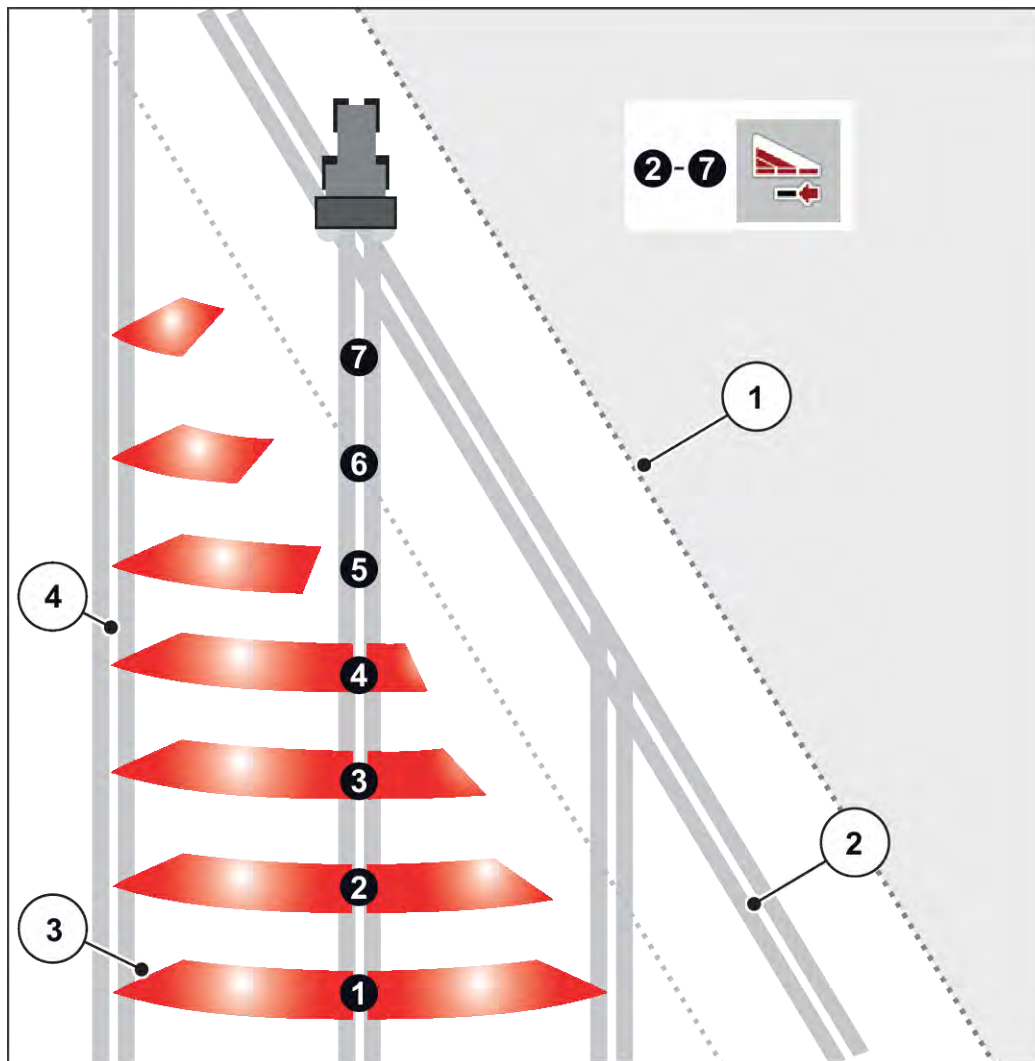

Abb. 44: Automatische Teilbreitenschaltung
- Die Teilbreitenschaltung ist von Außen nach Innen oder von Innen nach Außen möglich. Siehe *Abb. 44 Automatische Teilbreitenschaltung*